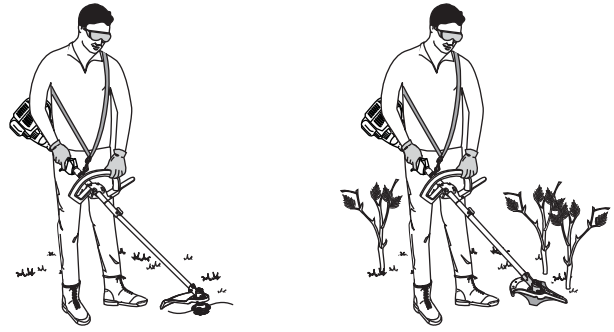

Fig. 15
- Párese en la posición de arranque (Fig. 15). Párese derecho. No se incline sobre el aparato.